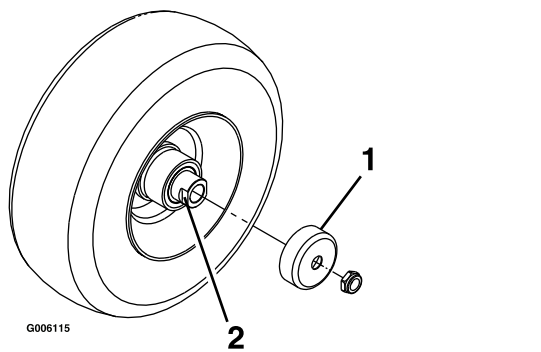

Figura 36
4. Togliete le protezioni di tenuta dal mozzo della ruota (Figura 36).